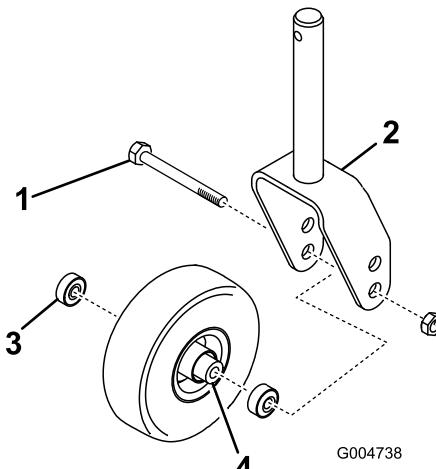

Figura 28
1. Retire la contratuerca del perno que sujeta el conjunto de la rueda giratoria en la horquilla (Figura 28). Sujete la rueda giratoria y retire el perno de la horquilla o del brazo de pivot.
2. Retire el cojinete de la rueda y deje que se caiga el suplemento del cojinete (Figura 28). Retire el cojinete del otro lado de la rueda.